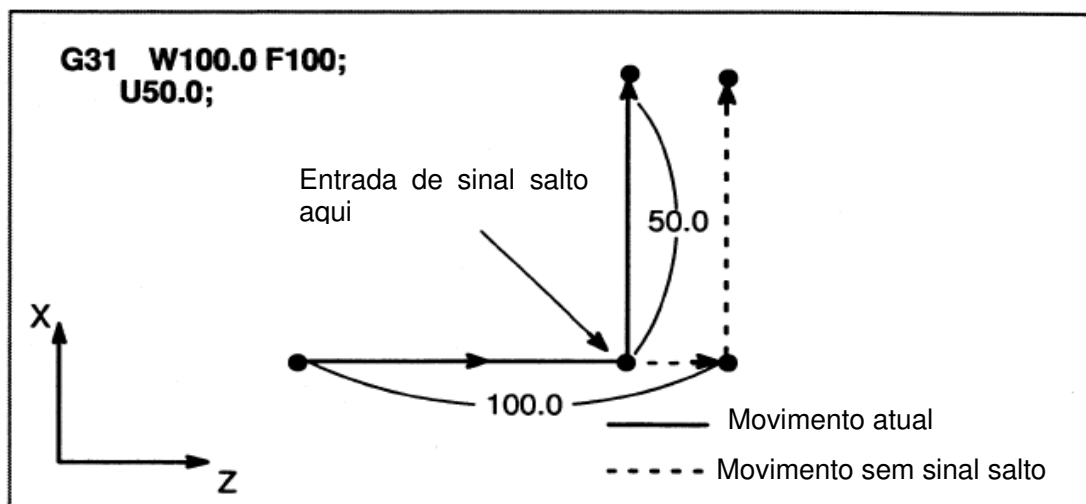

Fig. 3-24
1. O próximo bloco de G31 é a programação coordenada incremental como Fig. 3-24.